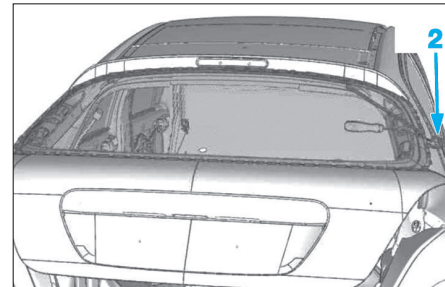

FIG. 31
- A l'aide d'eau savonneuse, apposer la corde sur la périphérie de la lunette (Fig.31).